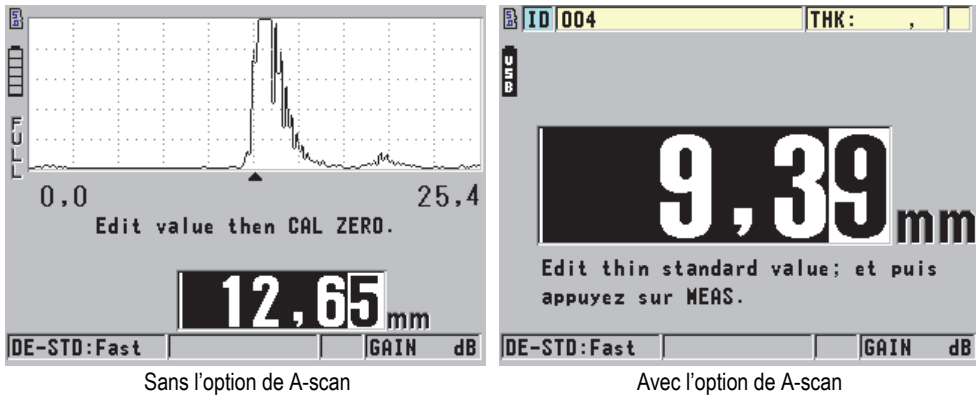

Figure 5-5 Étalonnage de la vitesse de propagation de l'onde ultrasonore à l'aide d'un bloc étalon à 5 gradins
1. Pour effectuer l'étalonnage de la vitesse de propagation de l'onde ultrasonore dans le matériau à l'aide d'un appareil avec ou sans l'option logicielle de A-scan (voir la Figure 5-5 à la page 70) :